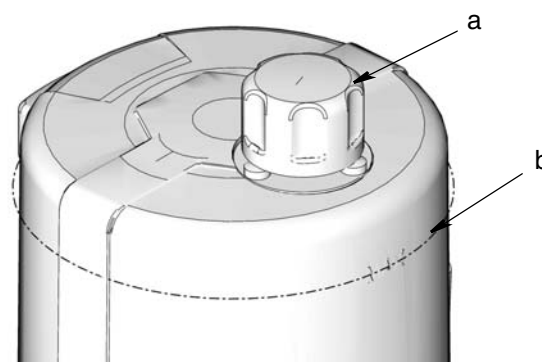

FIG. 25
- Non riempire eccessivamente (FIG. 25).